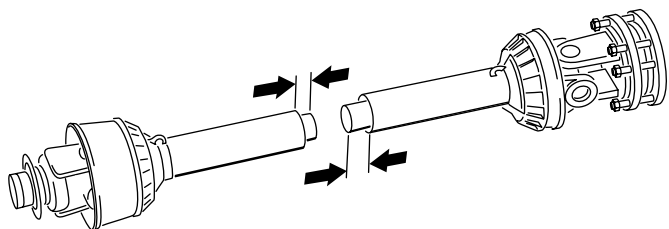

Figura 17
11. Separate le due metà dell'albero della PDF (**Figura 17**).
12. Misurate la distanza tra l'estremità di ciascun tubo e il relativo schermo di protezione (**Figura 17**). Annotate queste distanze.